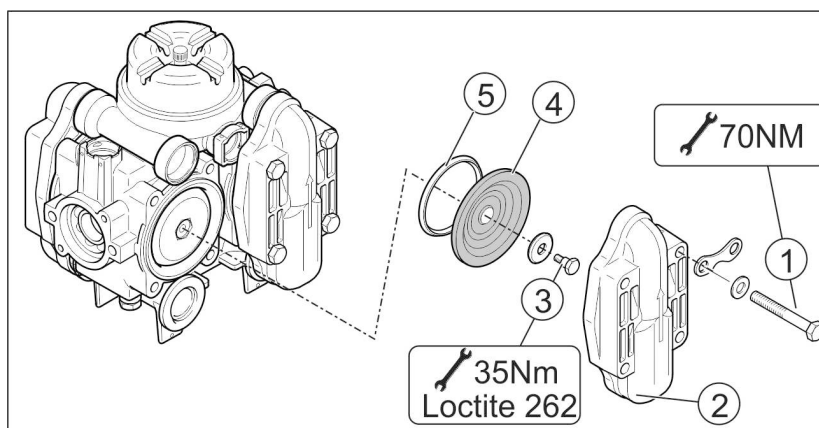

Fig. 202
Av og til må du kontrollere at spjeldet (Fig. 202/7) sitter godt.
- Det gjør du ved å trykke spjeldet så langt inn i dyseholderen (Fig. 202/2) som mulig, med et moderat trykk med tommelen.
1. Dysefilteret (Fig. 202/1) monteres i dyseholderen (Fig. 202/2) nedenfra.
2. Dysen (Fig. 202/3) settes inn i bajonettmutteren (Fig. 202/4)
3. Legg inn en gummipakning (Fig. 202/5) over dysen.
Avleiringer i membranasetet (Fig. 202/6) er årsaken til at dysen **drypper** når bommene er frakoblet. I så fall må membranene rengjøres på følgende måte:
1. Spjeldet (Fig. 202/7) trekkes ut av dyseholderen (Fig. 202/2) i retning av bajonettmutteren.
2. Ta ut fjærelementet (Fig. 202/8) og membranen (Fig. 202/9).
3. Rengjør membranasetet (Fig. 202/6).
Sørg for at fjærelementene monteres i riktig retning. Kantene på høyre og venstre side av huset til fjærelementet (Fig. 202/10) skal peke mot bomprofilen når elementet monteres.